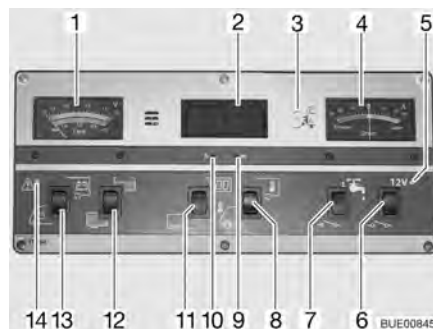

Fig. 104 Panneau de contrôle IT 994
Observer sur l'indicateur de charge/de niveau de réservoir (Fig. 104,1), la graduation supérieure. L'indicateur s'éclaire automatiquement dès qu'un commutateur est actionné.
- Commutateur à bascule (Fig. 104,13) vers le bas : La tension de la batterie de démarrage est affichée.
- Commutateur à bascule (Fig. 104,13) vers le haut : La tension de la batterie de cellule est affichée.
Observer sur l'indicateur de charge/de niveau de réservoir (Fig. 104,1) la graduation inférieure. L'indicateur s'éclaire automatiquement dès qu'un commutateur est actionné.
- Commutateur à bascule (Fig. 104,12) vers le haut : Le niveau du réservoir d'eau est affiché.
- Commutateur à bascule (Fig. 104,12) vers le bas : Le niveau du réservoir d'eaux usées est affiché.
Le voyant d'alerte rouge ALARME (Fig. 104,14) clignote dès que la charge de la batterie de cellule descend en dessous de 11 V (mesurée en marche) et qu'il y a risque de décharge profonde des batteries.
- Commutateur à bascule (Fig. 104,11) vers le haut : L'affichage de l'horloge numérique est activé. L'affichage de température est en ordre de marche.
- Commutateur à bascule (Fig. 104,11) vers le bas : L'affichage de l'horloge numérique et l'affichage de température sont désactivés.
- Appuyer avec un objet fin, p. ex. l'extrémité d'un stylo à bille, sur l'orifice pour l'affichage des heures (Fig. 104,10) jusqu'à ce que l'indication des heures souhaitée s'affiche.
- Appuyer avec un objet fin, p. ex. l'extrémité d'un stylo à bille, sur l'orifice pour l'affichage des minutes (Fig. 104,9) jusqu'à ce que l'indication des minutes souhaitée s'affiche.
- Commutateur à bascule (Fig. 104,8) vers le haut : La température intérieure s'affiche.
- Commutateur à bascule (Fig. 104,8) vers le bas : La température extérieure s'affiche.
Cet indicateur (Fig. 104,4) permet de visualiser en permanence le flux de courant actuel de la batterie. L'indicateur s'éclaire automatiquement dès qu'un commutateur est actionné.
L'interrupteur principal 12 V (Fig. 104,6) établit ou coupe le panneau de contrôle et l'alimentation 12 V de la cellule.
Mise en marche : ■ Commutateur à bascule (Fig. 104,6) vers le haut : L'alimentation 12 V de la cellule est assurée. Le voyant de contrôle (Fig. 104,5) s'allume en vert.
Mise hors service : ■ Commutateur à bascule (Fig. 104,6) vers le bas : L'alimentation 12 V de la cellule est coupée. Le voyant de contrôle (Fig. 104,5) s'éteint.
Le voyant de contrôle 12 V (Fig. 104,5) s'allume dès que l'interrupteur principal 12 V (Fig. 104,6) est enclenché.
Le voyant de contrôle jaune 230 V (Fig. 104,3) s'allume si l'arrivée du bloc électrique est sous tension de réseau.
Mise en marche : ■ Commutateur à bascule (Fig. 104,7) vers le haut : L'alimentation en eau est activée.
Mise hors service : ■ Commutateur à bascule (Fig. 104,7) vers le bas : L'alimentation en eau est désactivée.